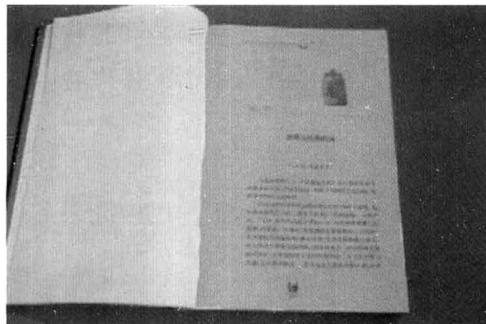

图 1-10 版面
(5) 版面 印刷品幅面中图文和空白部分的总和 (图 1-10)。